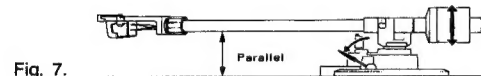

Fig. 7.
3. Enlevez le capuchon de la pointe de lecture, retirez le bras de son support et tournez le contrepoids principal soit vers la gauche, soit vers la droite, jusqu'à ce que le bras soit parfaitement en équilibre en position horizontale. (fig. 7.).
3. Nadelerschutz abnehmen, Tonarm-Verriegelung öffnen und den Tonarm aus der Stütze heben. Nun das Ausgleichsgewicht so lange im oder entgegengesetzt dem Uhrzeigersinn drehen, bis der Tonarm in der Horizontalen genau ausbalanciert ist. (fig. 7.)
3. Het naaldkapje afnemen en de toonarm vrijmaken uit de armsteun, vervolgens het contragewicht naar rechts of links draaien totdat de toonarm volkomen horizontaal in evenwicht hangt. (fig. 7.)
3. Tag bort nålskyddet och frigör tonarmen från armstödet och vrid motvikten endera åt höger eller vänster så att tonarmen balanserar perfekt i horisontellt läge (fig. 7.)